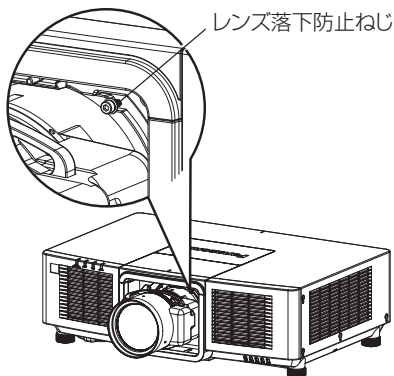

図1
1) 防じんスポンジを取り外す (図1)
- ズームレンズ（品番：ET-EMU100）以外の投写レンズを取り付けている場合は、投写レンズの右側にあるねじを、六角ボールポイントドライバーで取り外してください。（図 1）